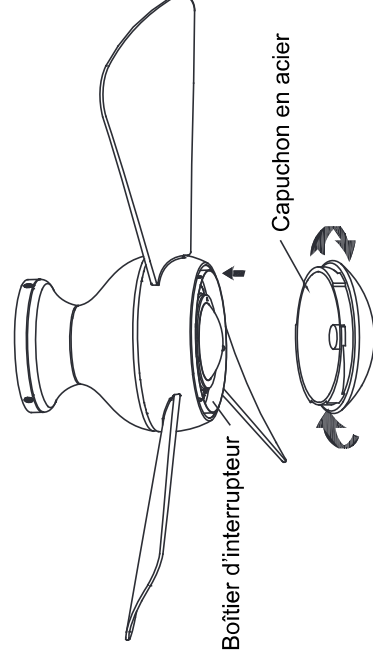

Fig. 15b
Étape 6. Fixer le capuchon en acier sur le boîtier d'interrupteur en le tournant dans le sens des aiguilles d'une montre (**Fig. 15b**).